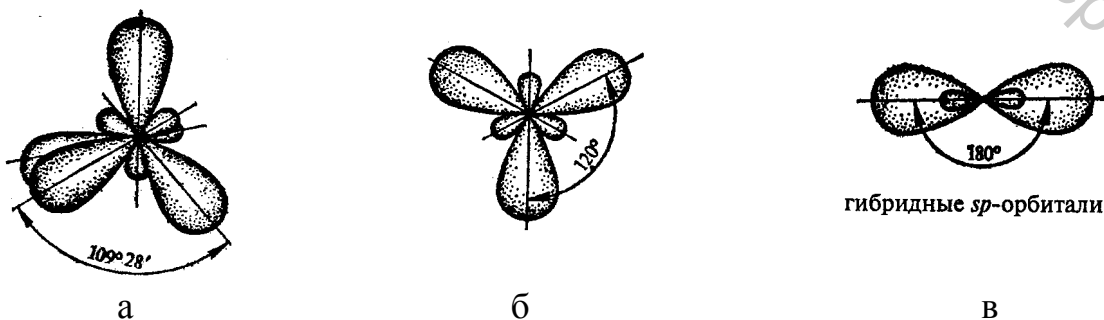

Рис. 11. Электронные орбитали атома углерода в состоянии sp^3 -гибридизации (а), sp^2 -гибридизации (б) и sp -гибридизации (в)
1. **Первое валентное состояние, sp^3 -гибридизация** (рис. 11 а).
2. **Второе валентное состояние, sp^2 -гибридизация** (рис. 11 б).
3. **Третье валентное состояние, sp -гибридизация** (рис. 11 в).